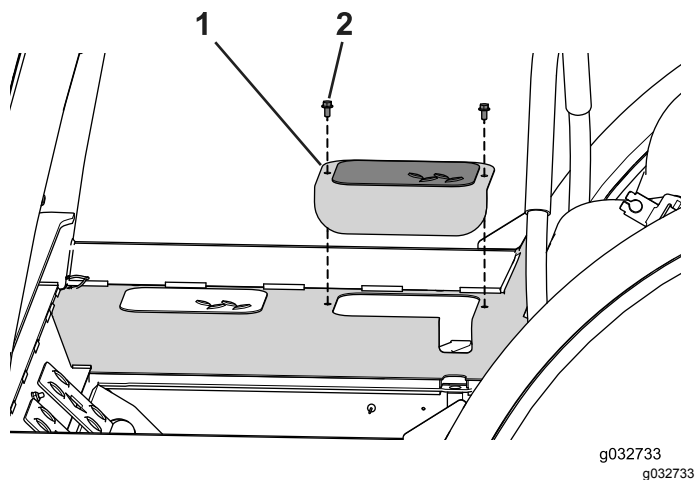

Figura 112
- Retire os 2 parafusos que prendem a cobertura de acesso em cada lado da máquina (Figura 112).